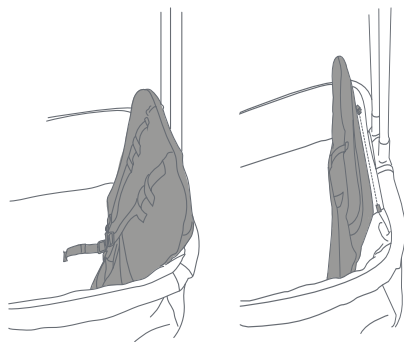

Fig. 14
- 14)** • Para utilizar los asientos, cierre la cremallera del respaldo en ángulo (Fig. 14).